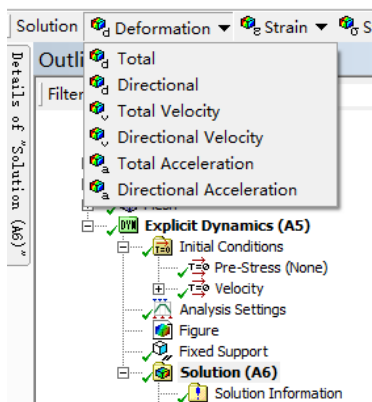

图 15-15 添加变形图
2) 选择 Solution 工具栏中的“Deformation”→“Directional”，如图 15-15 所示，此时在树结构图中会出现“Directional Deformation”选项。